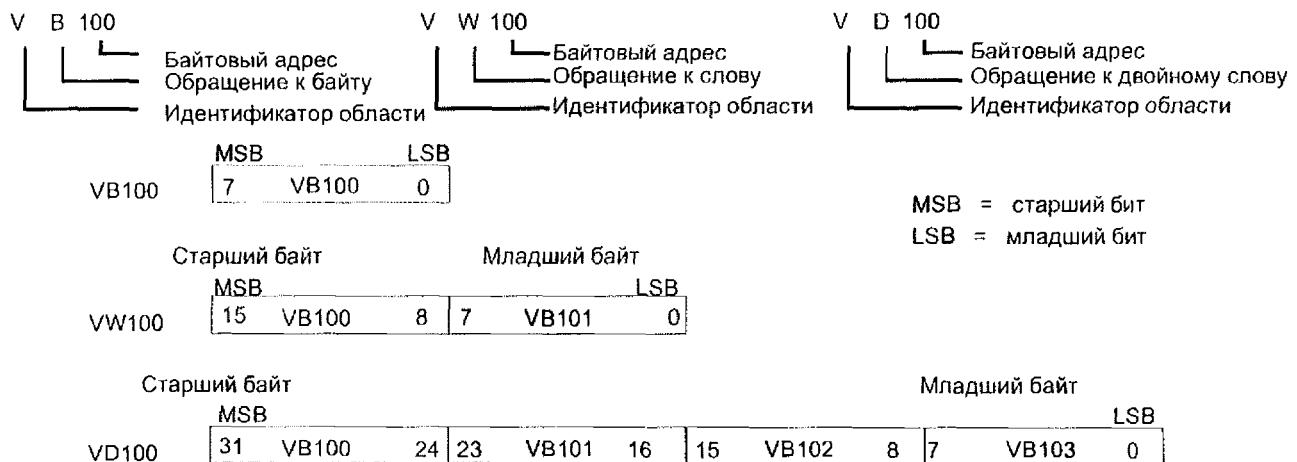

Рис. 7.1. Принцип адресации данных S7-200
Для того чтобы адресовать какое-либо значение в памяти ПЛК, необходимо указать идентификатор области памяти (I, Q, M, V, AC, SM и т.д.), размер данных (B, W, D) и адрес начального байта этого значения. Любая память ПЛК S7-200 (кроме недоступной для адресации программной памяти), организована как байтовый массив ячеек, поэтому адресом любого типа и размера данных является первый байт этого числа. На рис. 7.1 показан принцип адресации различных размеров данных.
Данный принцип получил название «битовое поле». В синтаксисе команды обращения указывается идентификатор области (в примере I – область данных дискретных входов), номер байта в данной памяти, а затем через точку – номер бита в этом байте, начиная с нулевого. Следует отметить, что при обращении к биту определенного байта идентификатор самого байта (B) не используется. Это связано с тем, что адресация бит в многобайтных словах не применяется. Подобным образом можно обращаться к конкретным битам многобайтных слов, необходимо лишь вычислить адрес байта и адрес бита в этом слове. Например, для слова VD100 (рис. 7.1) необходимо прочитать или установить 19-й бит этого слова. Очевидно, что данный бит размещен в 3-м байте этого слова, начиная с младшего. Следовательно, адрес бита - V101.3.